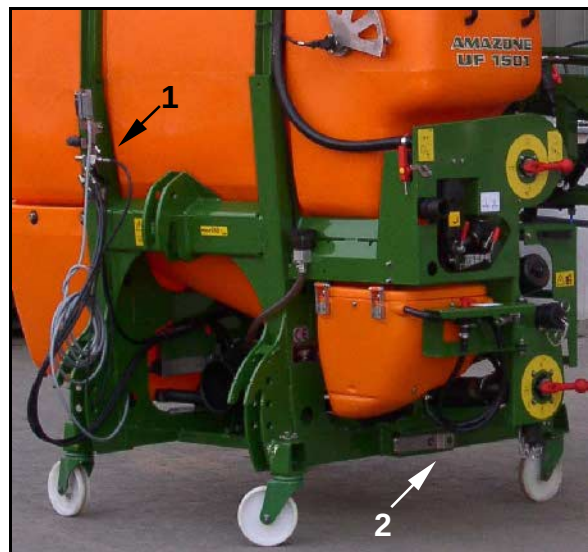

Fig. 179
1. Desacoplar las líneas de alimentación entre tractor y máquina y colocarlas dentro de los casquillos de empaque correspondientes (Fig. 179/1).
2. Extraer y fijar ambos soportes de estacionamiento (Fig. 179/2).